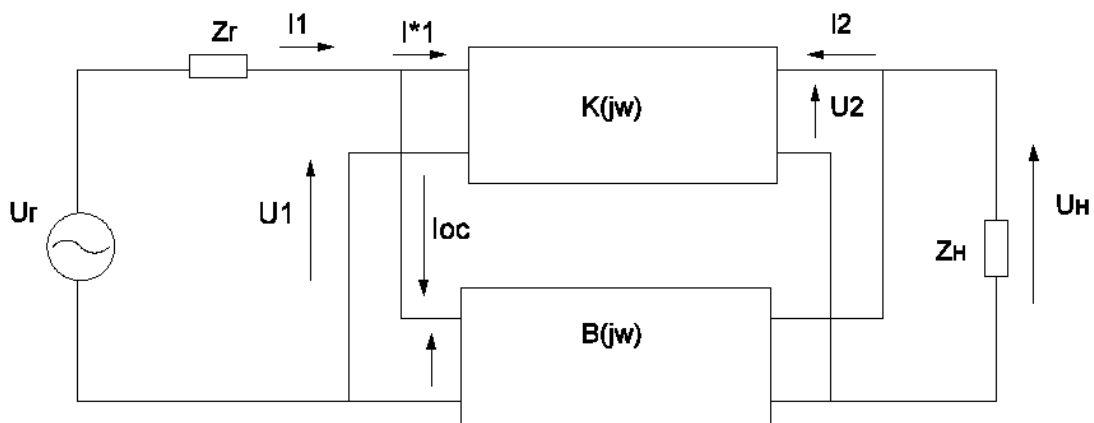

Рисунок 5
- параллельная по напряжению (рисунок 5).